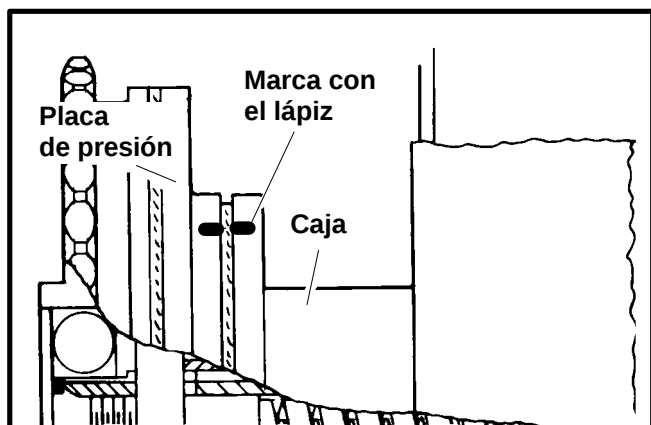

Figura 22
1. Remueva el escudo de la correa y la hojilla de corte para tener un mejor acceso al ensamblaje del pedal. Con la placa de presión en la posición asegurada (la leva se encuentra asegurada en la posición superior "UP") marque con un lápiz a través de la caja y la placa de presión. Vea la Figura 22.